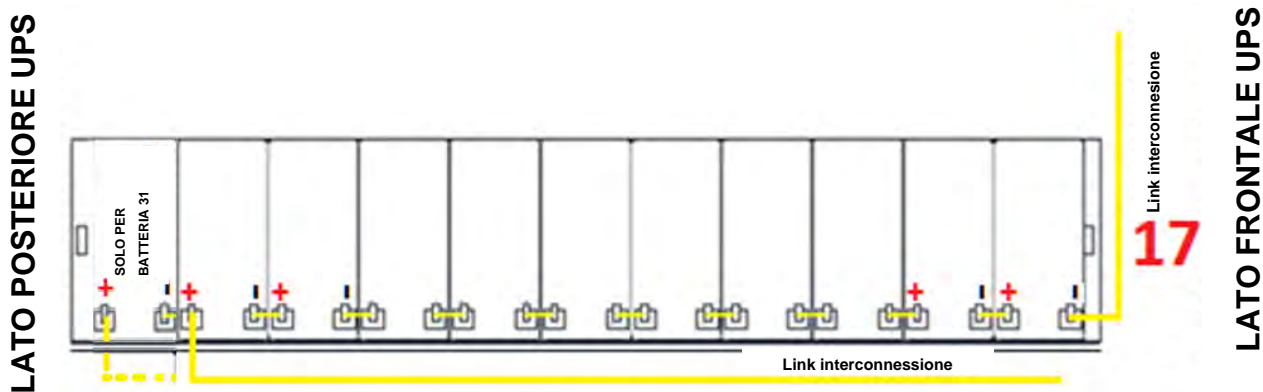

Figura 22 - Vista dall'alto piano N°6
15) Sul piano n°6 inserire il cassetto n°17 rispettando la posizione e il cablaggio come mostrato in figura 22.